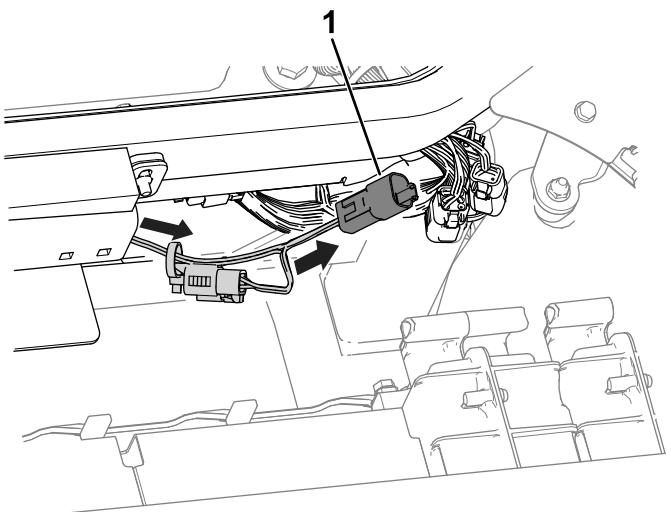

Figure 5
5. Soulevez le capot et acheminez la branche du faisceau (Figure 5) vers les connecteurs au-dessus du bouchon du réservoir hydraulique, et reliez-la au connecteur du faisceau de la machine étiqueté DRIVING LIGHT KIT POWER.